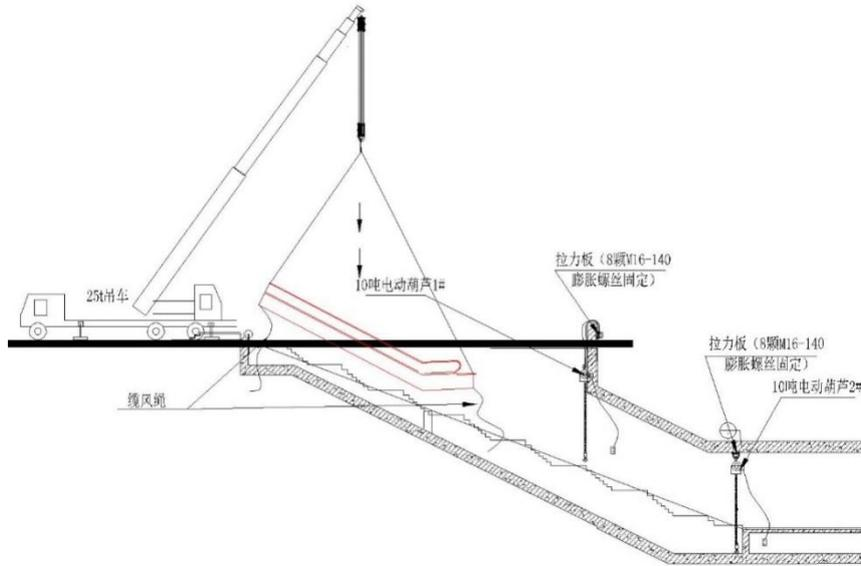

图 1 扶梯吊入井道中
1) 两台 4 吨叉车转运至一区和二区出入口扶梯井道位置，采用 25 吨吊车将分段扶梯依次从货车上卸至地面，然后将依次将扶梯尾部吊入井道中如图 1